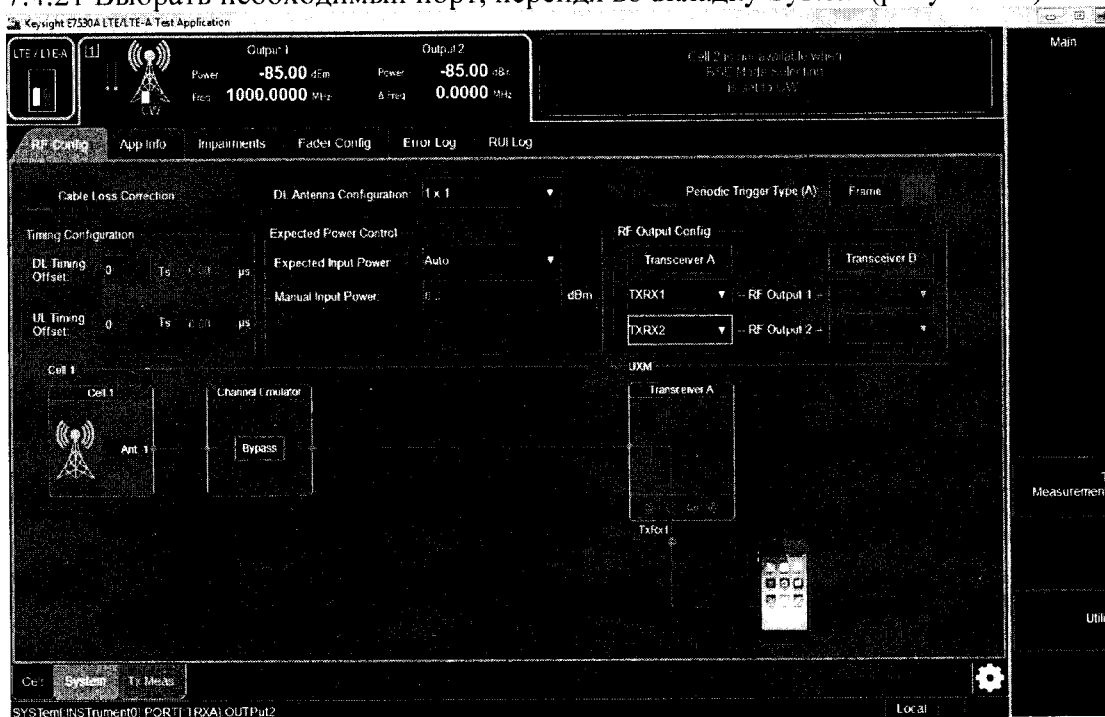

Рисунок 13.
7.4.21 Выбрать необходимый порт, перейдя во вкладку System (рисунок 13).